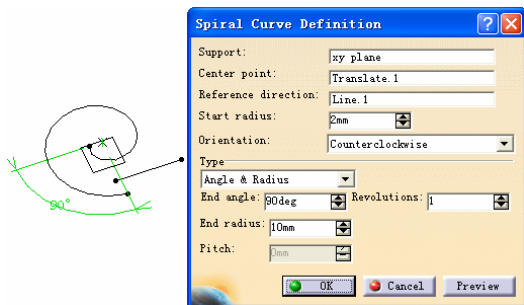

图 4-202
- Angle & Radius (角度和半径): 使用平面螺旋线终点的极坐标角度和极坐标半径来确定螺旋线终点的位置 (系统以平面螺旋线中心点为极坐标的原点, 以平面螺旋线的起始点与中心点的连线为极轴), 螺旋的数目由 Revolutions (旋转圈数) 来确定, 其结果如图 4-202 所示。